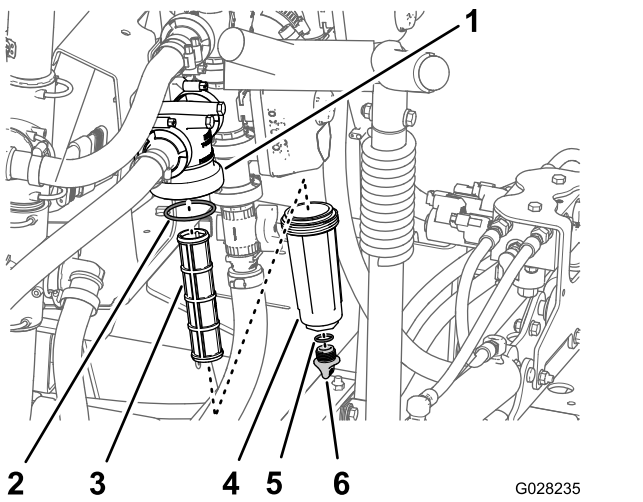

Bild 56
2. Stellen Sie eine Auffangwanne unter den Druckfilter (Bild 56).
- Drehen Sie die Ablaßkappe nach links und nehmen sie von der Glocke des Druckfilters ab (Bild 56).
- Drehen Sie die Glocke nach links und nehmen den Filterkopf ab (Bild 56).
- Entfernen Sie den Druckfiltereinsatz (Bild 56).
- Prüfen Sie die Dichtung für die Ablaßschraube (in der Glocke) und die Dichtung für die Glocke (im Filterkopf) auf Beschädigungen und Abnutzung (Bild 56).
- Setzen Sie den Druckfiltereinsatz in den Filterkopf ein (Bild 56).
- Befestigen Sie die Glocke am Filterkopf und ziehen sie mit der Hand an (Bild 56).
- Befestigen Sie die Ablaßschraube am Anschlussstück unten an der Glocke und ziehen sie mit der Hand an (Bild 56).